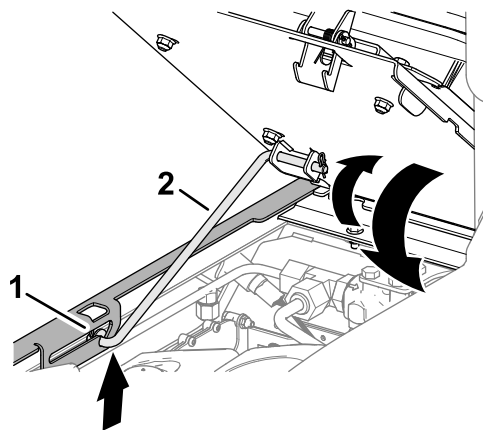

Рисунок 98
1. Немного поднимите сиденье и выведите опорную стойку из углубления паз в опоре сиденья (Рисунок 98).